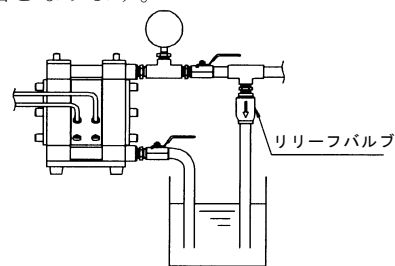

Fig.4.2
- ・ポンプの設置場所の環境によって移送液体の体積変化が大きい場合は、吐出側にリリースバルブを取付けて許容圧力値で開放するようにしてください。（Fig. 4.2参照）